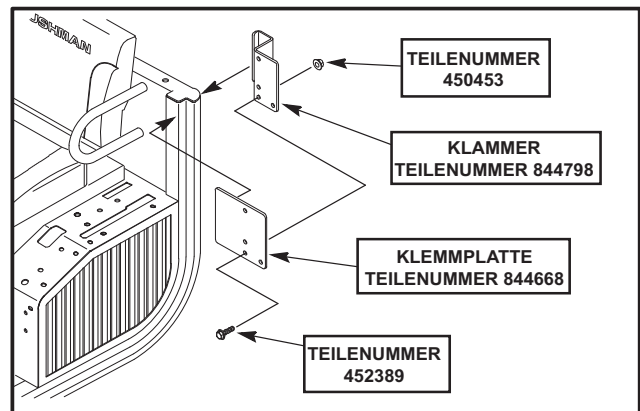

Abbildung 11
3. Montieren Sie die Klammer (Teilenummer 844798) und die Klemmplatte (Teilenummer 844668) auf die Struktur des Überrollbügels auf der linken Seite des Fahrzeugs (siehe Abb. 11 & 12).
4. Sichern Sie die Verbindung mit zwei (2) M8-1,25 x 25 Schrauben (Teilenummer 452389) und M8-1,25 Stoppmuttern (Teilenummer 450453). **Nicht zu fest** anziehen. Diese Verbindung wird ebenfalls erst angezogen, wenn die Fördervorrichtung montiert worden ist (siehe Abb. 11 & 12).